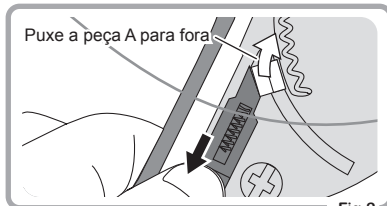

Fig.2
- ② Ao puxar a alavanca para baixo, puxe a viseira na direção da seta branca, para que um lado da viseira se consiga retirar completamente. (Fig.2)